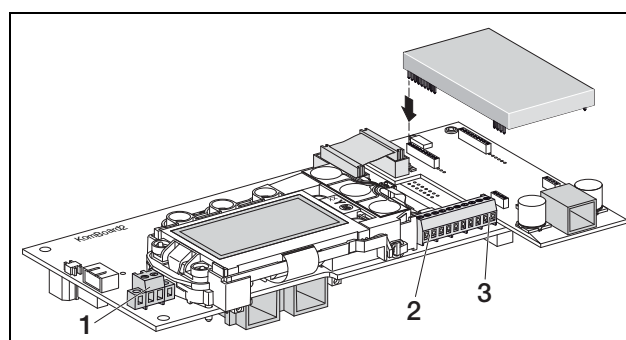

Abbildung 37: Anschlüsse
- Schließen Sie die Leitungen an der entsprechenden Klemme (Abbildung 37, Position 1) an.